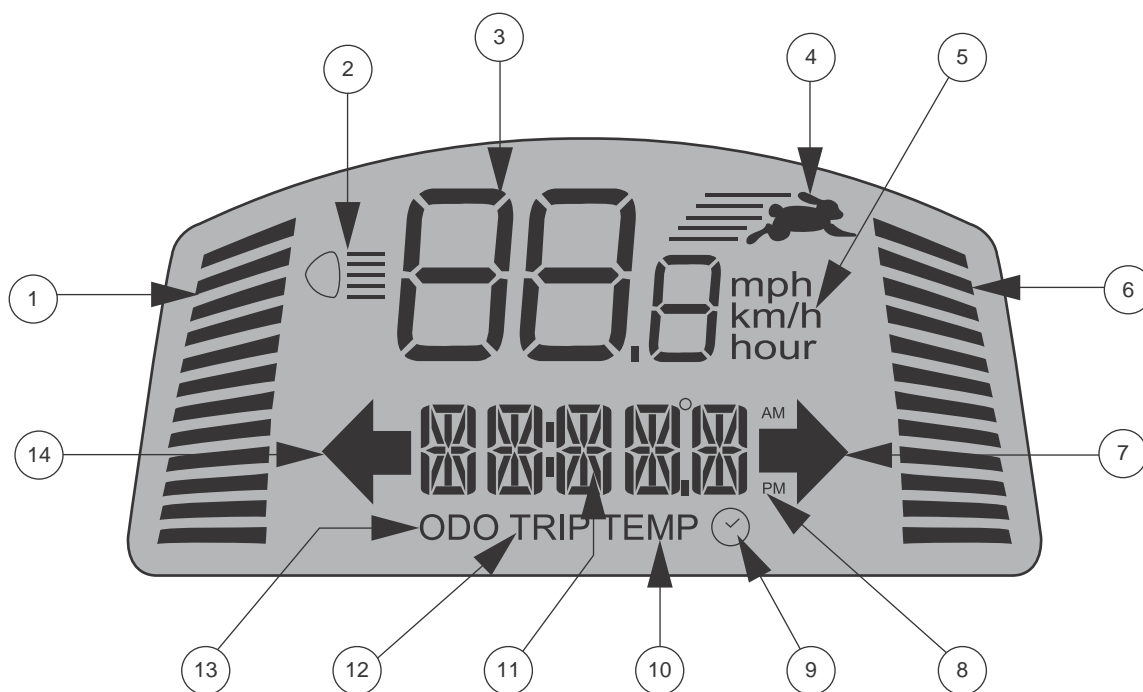

Figura 2. Schermo LCD
- Premere una volta il pulsante **High-Low** per impostare la velocità sulla regolazione alta. L'indicatore High-Low viene visualizzato sullo schermo LCD. **Vedere figura 2.** L'uso di questa impostazione insieme ai pulsanti di regolazione della velocità consente al PMV di raggiungere la velocità massima pre-programmata.
Questi pulsanti consentono di pre-selezionare e limitare la velocità del PMV. Questa è indicata nell'apposito indicatore di velocità massima sullo schermo LCD. **Vedere figura 2.**
*NOTA: Maggiore è il numero delle barre illuminate all'interno dell'indicatore di velocità massima, maggiore sarà la velocità massima pre-selezionata. Vedere figura 2.*
Il pannello di controllo LCD offre comode informazioni intuitive tramite lo schermo LCD. **Vedere figura 2.** Lo schermo LCD si utilizza anche per l'attivazione delle diverse impostazioni del pannello di controllo. **Vedere grafico 1.**